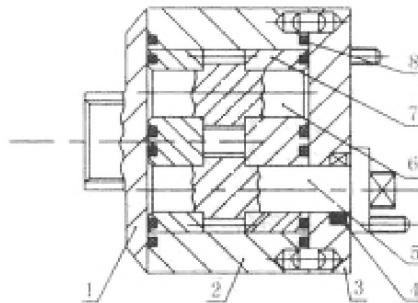

Рисунок 4-27. Шестеренчатый насос CBN-E306-XL.
Шестеренчатый насос – это тип оборудования, предназначенный для перевода энергии двигателя в гидравлическую мощность. Шестеренчатый насос, установленный на тракторе серии ТУ, разделен на правый роторный и левый роторный насосы. Шестеренчатый насос (смотрите рисунок 4-27) преимущественно состоит из пары валов шестерней (5), (6), насосного блока (2), втулки (7), передней и задней крышки (1), (3) и т.д.